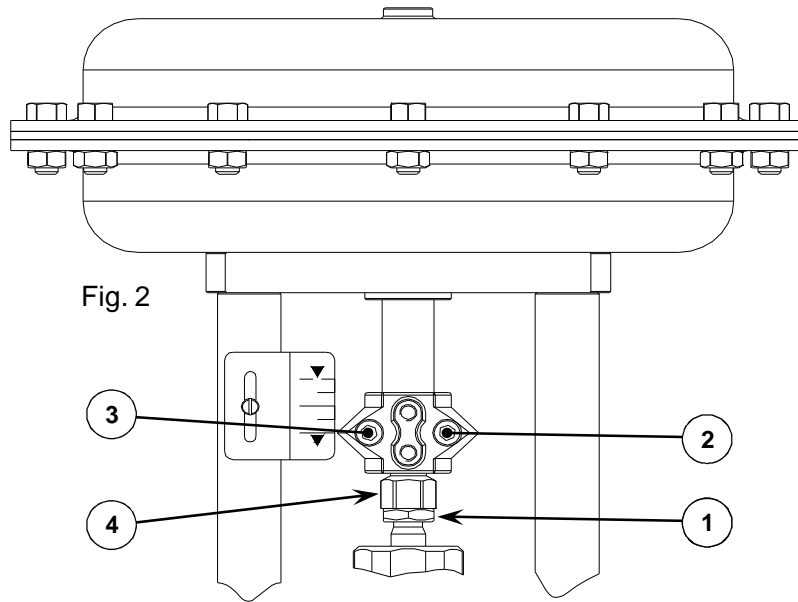
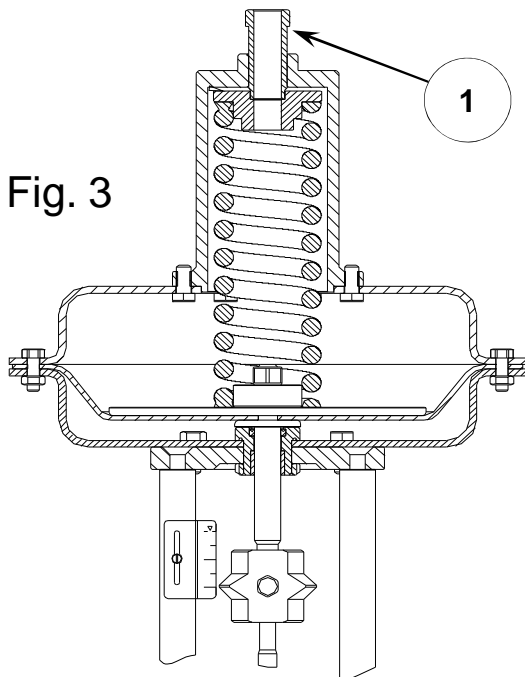
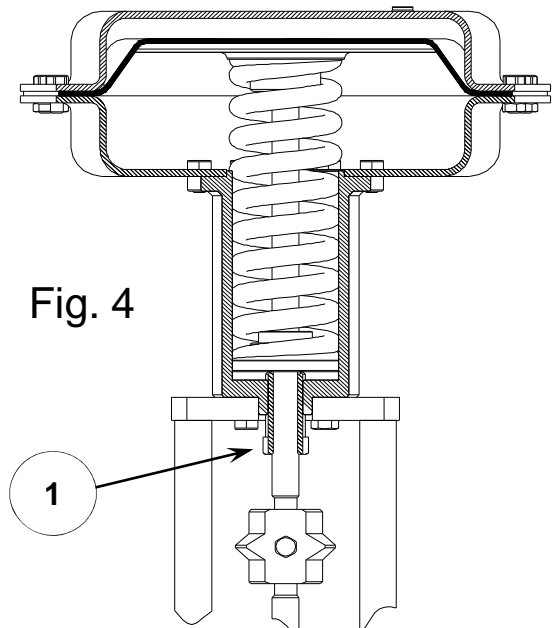

Fig. 2
Fig. 3
Fig. 4
- Fare riferimento alla Fig. 2 e procedere come segue:
- Allentare il dado (1).
- Allentare leggermente le viti (2) e (3)
- Agire sul dado (4) per regolare il campo molle
- Serrare le viti (2) e (3)
- Serrare il dado (1)
- In reference to the figure 4, proceed as follows:
- Loosen the threaded bushing (1).
- Loosen slightly the screws (2) e (3).
- Shift the lock nut (4) to adjust the springs span.
- Lock the screws (2) e (3).
- Lock the threaded bushing (1)
Fare riferimento alla Fig.3 per gli attuatori ad azione inversa e alla Fig.4 per gli attuatori ad azione diretta:
See the figure 3 for reverse action actuators and the figure 4 for direct action actuators: